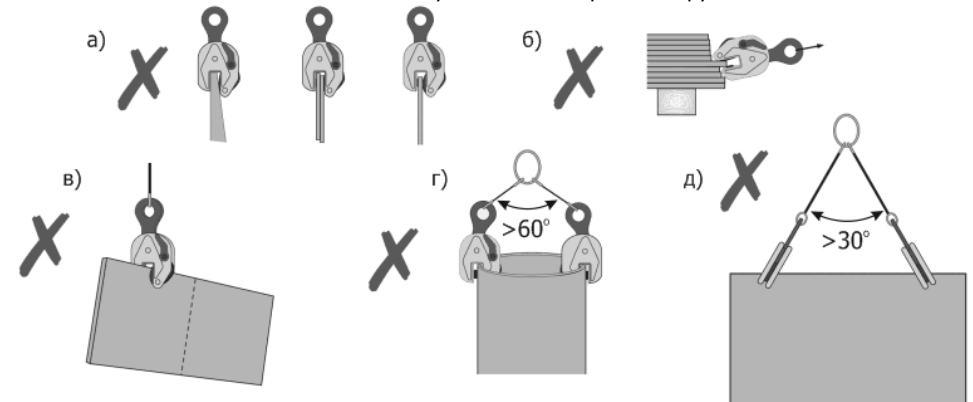

Рис.3. Недопустимые условия работы захватов
3.8. Запрещается устанавливать захваты на элементы груза конусообразной формы, край листа, а также поднимать стопку листов (рис.3а).
3.11. Запрещается с помощью захвата вытаскивать груз, зажатый другим предметом (рис.3б).